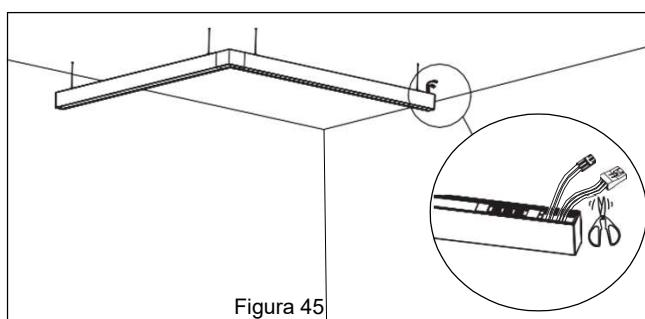

Figura 45
7. Corta los conectores en un extremo para el cableado al voltaje de la línea. *Ver Figura 45.*